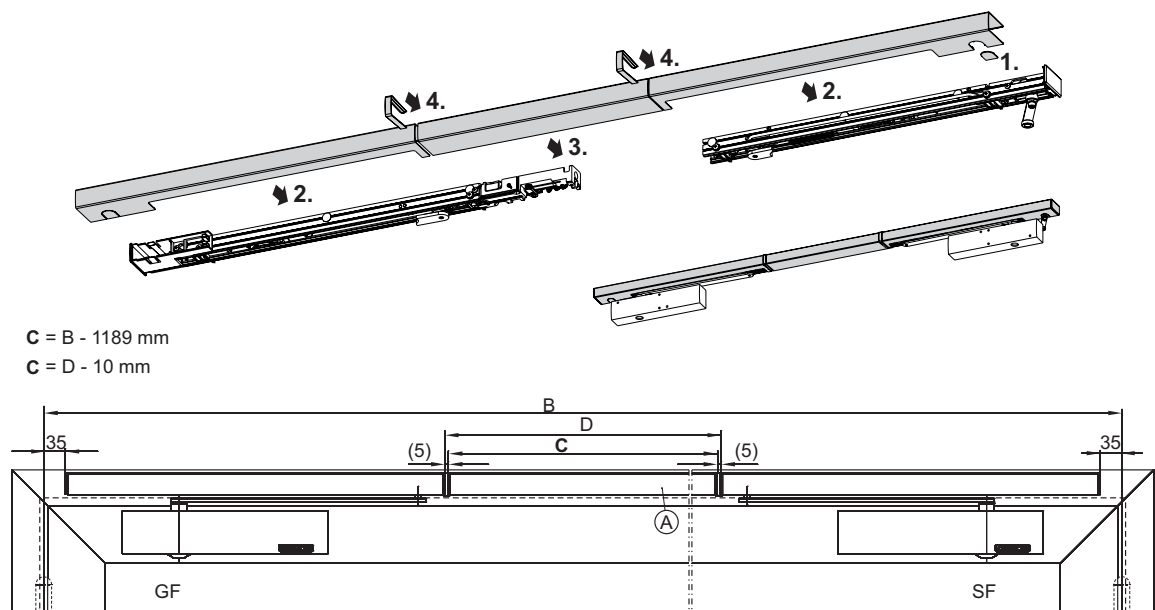

Fig. 6.8.1
- ▶ Raccourcir à la cote „C” le cache central „A” pouvant être recoupé à longueur (Fig. 6.8.1).